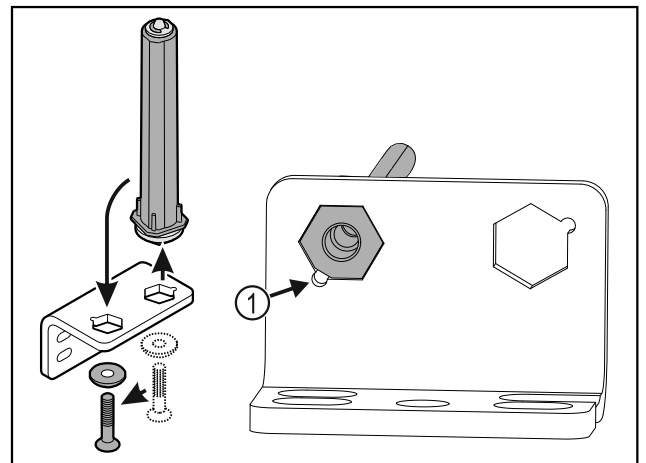

Fig. 40
- ▶ Observar que, al colocar, el bisel del perno Fig. 40 (1) apunte hacia el agujero redondo.